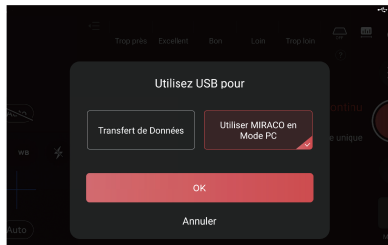

Figure 1
Étape 4 : Sélectionnez [Utiliser MIRACO en Mode PC] et appuyez sur [OK], voir Figure 1.